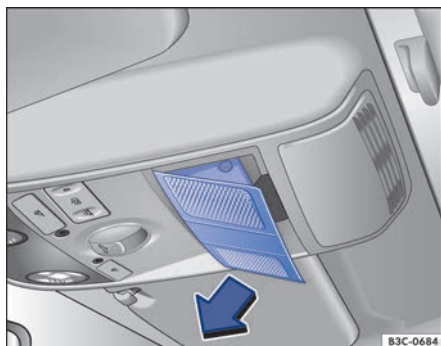

Fig. 67 En el revestimiento interior del techo: retirar la tapa.
- Retire la tapa en el sentido de la flecha → fig. 67.